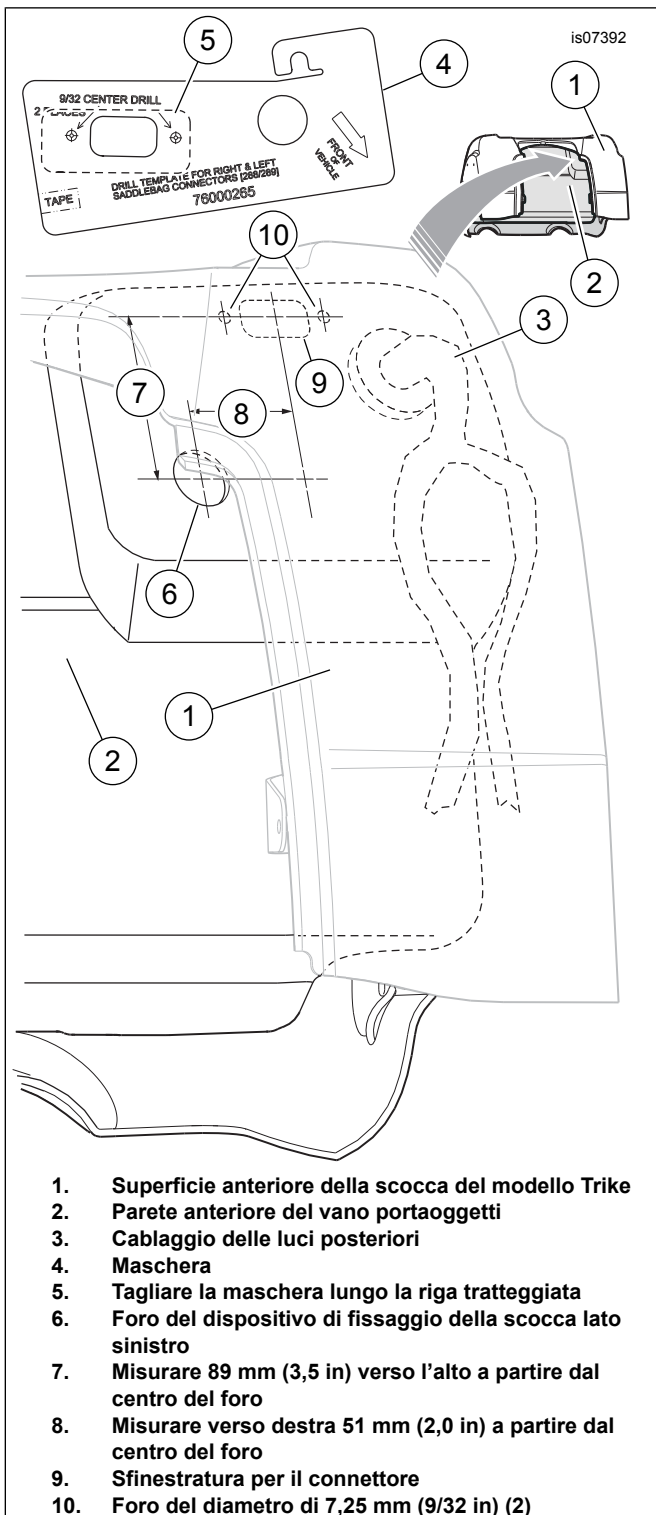

Figura 4. Foratura della scocca della Trike per il connettore di montaggio del pannello a 12 vie
2. Vedere Figura 4. Localizzare il foro del dispositivo di fissaggio della scocca lato sinistro (6) sulla parete anteriore del vano portaoggetti (2) dietro alla superficie anteriore della scocca del modello Trike (1).
3. Misurare verso l'alto dal centro del foro del dispositivo di fissaggio della scocca lato sinistro, 89 mm (3.5 in) (7) e verso il lato esterno, 51 mm (2.0 in) (8). Contrassegnare la parete anteriore del vano portaoggetti in quel punto.
4. Tagliare la maschera (4) intorno ai fori di montaggio del "CONNETTORE DELLA BORSA" all'incirca di quanto indicato dalla linea tratteggiata (5).